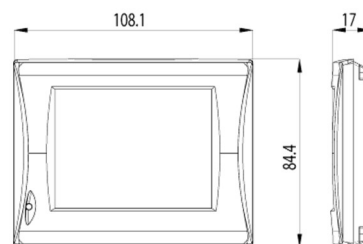

Рисунок 5 - Пульт управления
- 3.3.1 При подаче электропитания на вентиляционную установку прозвучит звуковой сигнал, оповещающий о готовности к работе, затем ВУ перейдёт в дежурный режим. Управление установкой осуществляется с пульта управления (Рисунок 5).